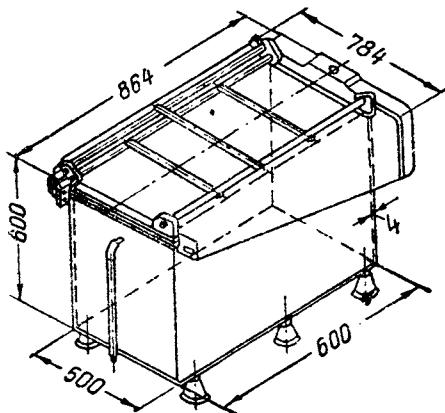

Рис. 6. Ванна электролитического обезжиривания
3) ванны электролитического обезжиривания (рис. 6);